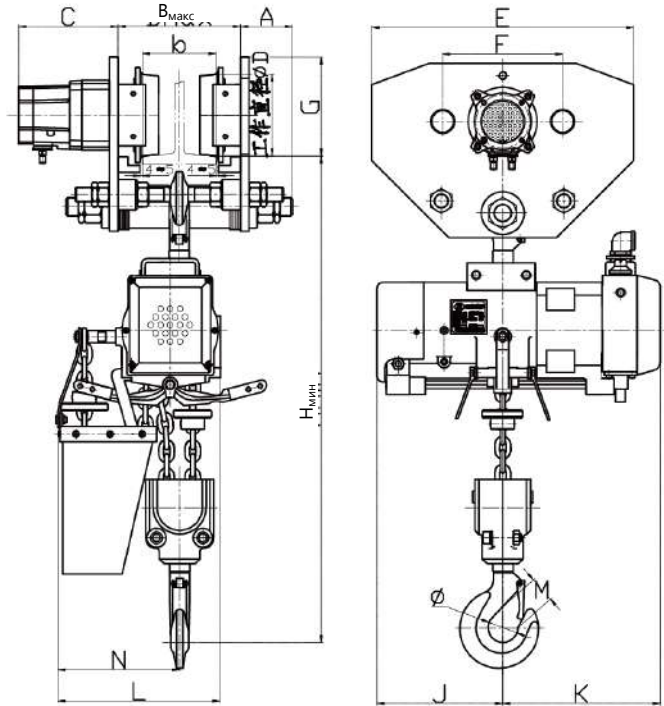

Рисунок 1b – Чертеж внешнего вида
**Габаритные размеры** Рисунок 1b~2b